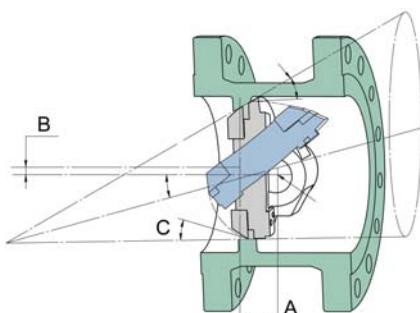

Рис. 2. Конструкция затвора с тройным эксцентрикситетом
Дисковые поворотные затворы с тройным эксцентрикситетом являются наиболее совершенной степенью развития поворотных затворов. В затворах KERP серии BAT130, 130H вращающий вал также вынесен за центральную ось диска имещен относительно центральной оси трубопровода (A, B), но в отличие от двухэксцентриковых затворов затворы с тройным эксцентрикситетом имеют сложную форму уплотняющих поверхностей. Конструкция с тройным эксцентрикситетом позволяет полностью избавиться от упругих элементов в затворном узле. В таких затворах не возникает деформаций уплотняющих поверхностей седла и диска, а перекрытие потока обеспечивается смыканием частей. Контактирующие поверхности в различных точках сходятся под разными углами к оси трубопровода, что образует третий эксцентрикситет (C) (рис.2).